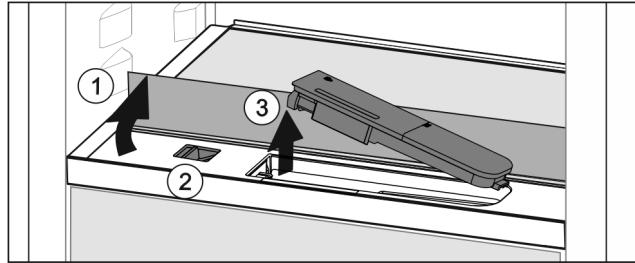

Fig. 43
- Podignite staklenu ploču i otklopite je do graničnika prema natrag Fig. 43 (1).
- Pomaknite Fig. 43 (2) klizač ulijevo.
- Izvadite spremnik za vodu Fig. 43 (3).